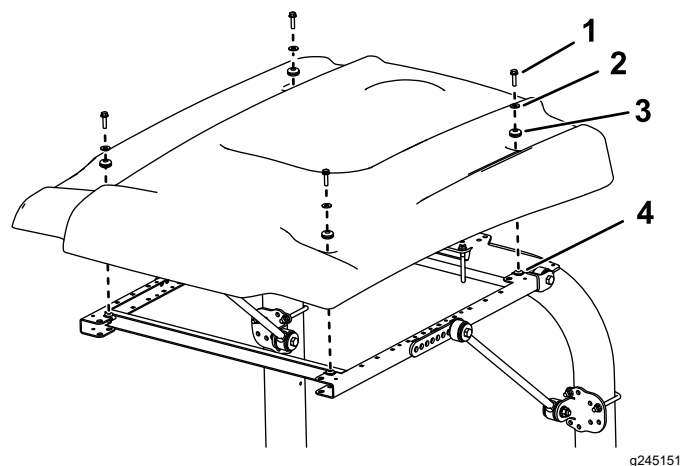

Figura 6
10. Durante l'allineamento dei fori di montaggio, posizionate il parasole sul telaio come mostrato in Figura 6.
11. Montate, senza serrarlo, ciascun angolo del parasole sul telaio con un bullone a testa flangiata (5/16" x 1 1/4") con una rondella piccola e un gommino (Figura 6).